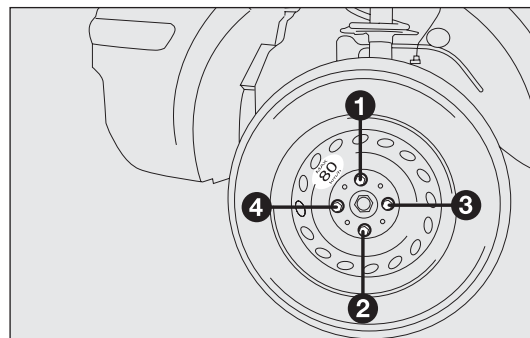

рис. 149
- ❑ с помощью ключа из комплекта инструментов до конца затяните болты крестообразно в порядке, показанном на рис. 149;